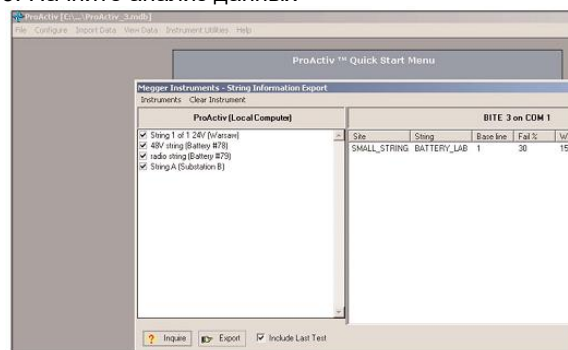

Рис.3 Экран загрузки данных из программы в прибор ВИТЕ3.
- Программа ProActiv может загружать информацию по каждой ячейке вкл. название, пределы прямо в прибор и сравнивать вместе с недавно полученными при измерении результатами (даже если они были произведены другим прибором ВИТЕ3). См рис.3. После этого используя меню, просто при помощи навигации по меню, выберите цепочку и загрузите ее. После окончания закройте тест и продолжите со следующей цепочкой. В заключении, загрузите всю информацию в компьютер